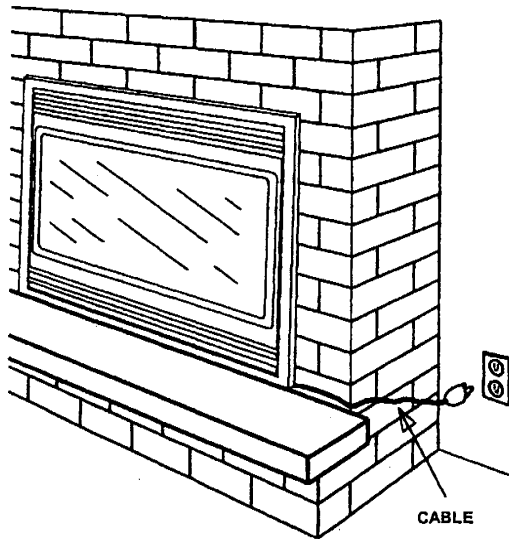

ILUSTRACIÓN 2
4. El cable eléctrico que se enchufa cerca del aparato puede pasar por la parte delantera del hogar (ILUSTRACIÓN 2).